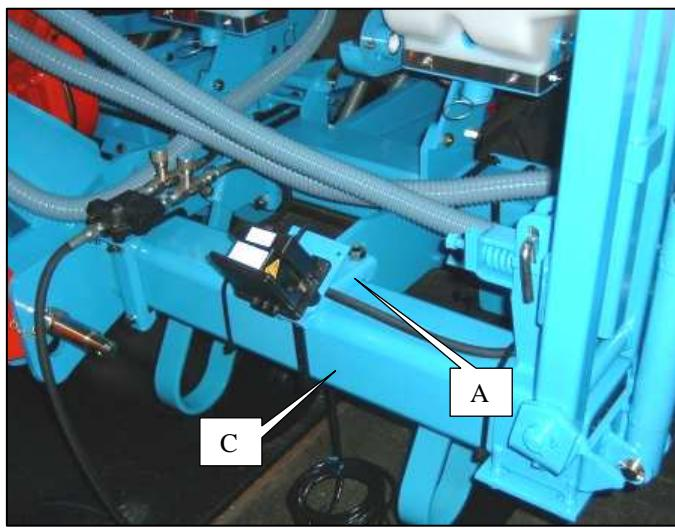
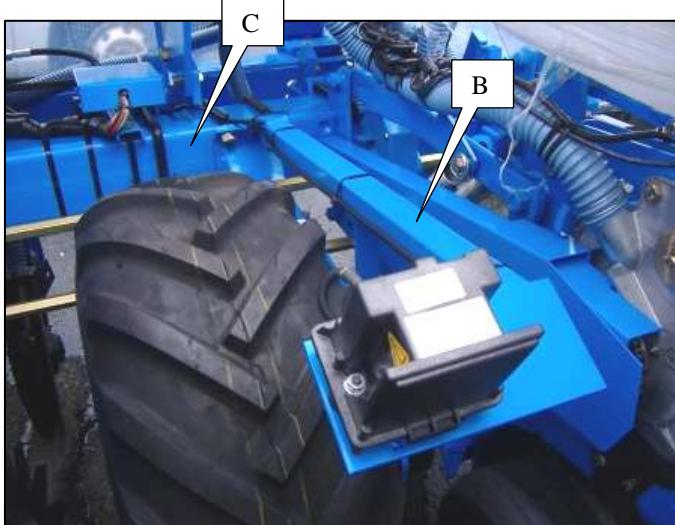

Fig. 1
Fig. 2
Le kit de montage comprend un support de fixation sur semoir A (Fig.1) ou un support de fixation sur bloc roue B (Fig.2)
-Installer le support sur le châssis du semoir C (voir Fig.1 et 2).
The assembly kit includes a mounting A (Fig.1) or B (Fig.2).
The assembly kit includes a securing bracket on the seeder A (Fig.1) or a securing bracket on the wheel unit B (Fig.2)
-Mount the bracket on the seeder frame C (see Fig.1 and 2).
Das Montagekit schließt einen Befestigungsträger auf Sämaschine A (Abb. 1) oder einen Befestigungsträger auf Radeinheit B (Abb. 2) ein.
-Montieren Sie den Träger auf das Fahrgestell der Sämaschine C (siehe Abb. 1 und 2).